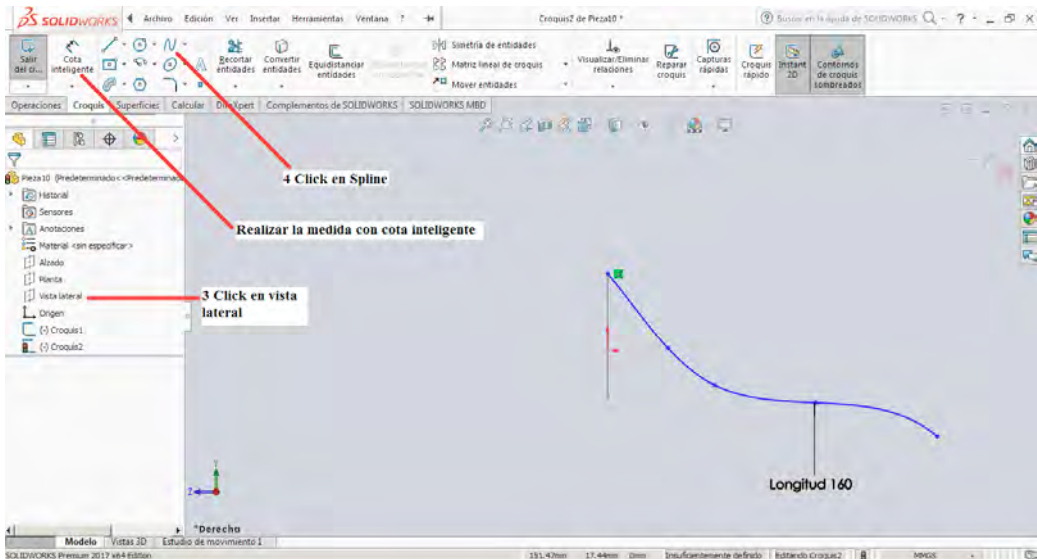

Figura 2-32
4. Se realiza Click en **Spline** y se realiza el croquis que se muestra en la figura 2-32, según las medidas realizadas por **Cota Inteligente**.